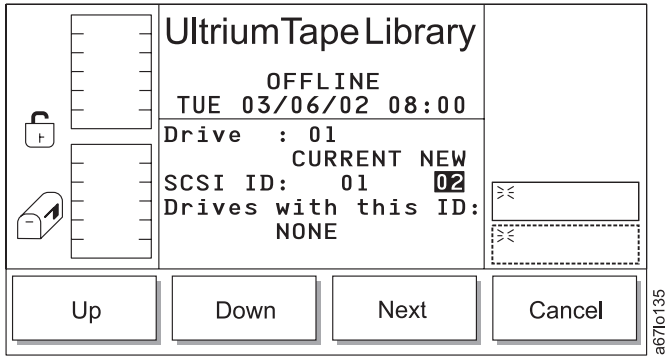

Abbildung 147. Laufwerk-SCSI-ID-Dialog
- Wird **Next** ausgewählt, erscheint der Laufwerk-SCSI-ID-Dialog (siehe Abb. 147).
Tabelle 96. Übersetzung von Abb. 147, Laufwerk-SCSI-ID-Dialog